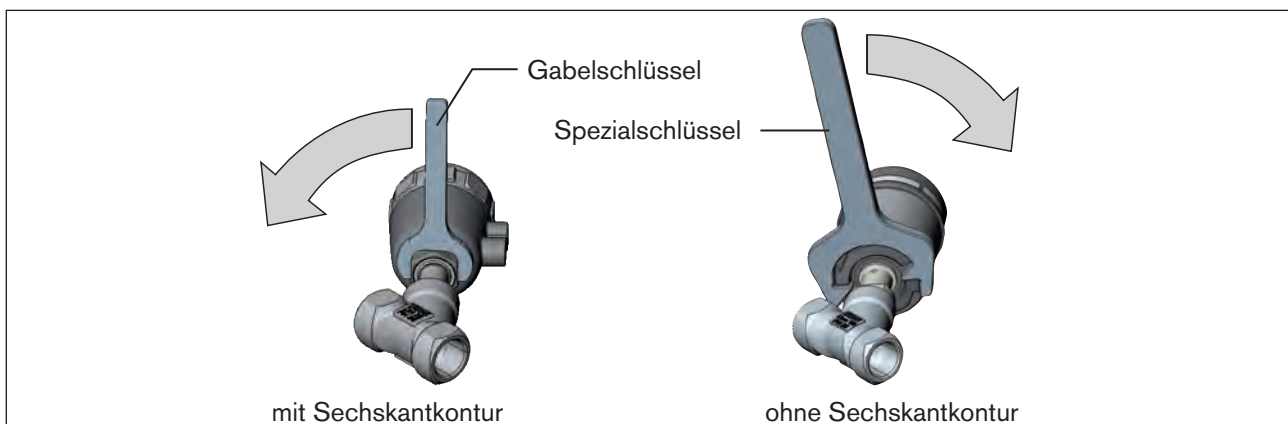

Bild 30: Drehen mit Spezialschlüssel / Gabelschlüssel
- ▶ Das Antriebsmodul nur im vorgegebenen Richtungssinn drehen (siehe „Bild 30“).